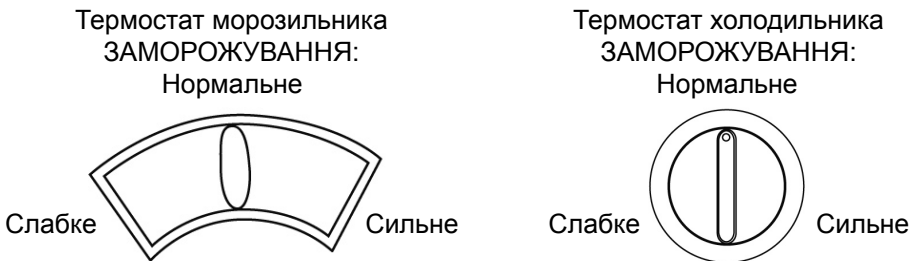

Рис.2
5.6. Регулювання температури в холодильній та морозильній камері здійснюється обертанням ручок термостатів. Встановлення температури здійснюється шляхом повороту ручки за годинниковою стрілкою від крайнього лівого положення до крайнього правого положення. Температура яка задана термостатами підтримується автоматично в обох камерах (Рис. 2).